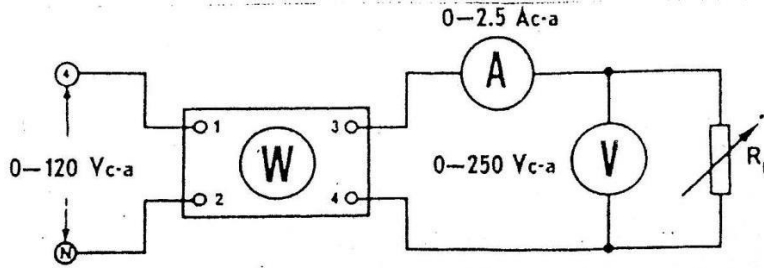
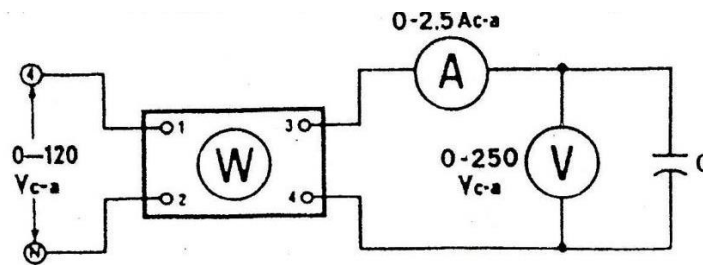

Figura 2
Figura 4
2. Use los módulos EMS de resistencia, wattmetro, medición de c-a y la fuente de alimentación para conectar el circuito que se ilustra en la figura 2. Ajuste la resistencia de carga 57 Ohms (todos los interruptores deben estar cerrados y todas las secciones en paralelo).
- a. Conecte de nuevo el circuito como se indica en la figura 2
- b. Conecte el circuito que aparece en la figura 4. Conecte cada una de las tres secciones de capacitores en paralelo y cierre (ponga en la posición "arriba") todos los interruptores. Esto proporcionará la máxima capacitancia disponible en el módulo. Observe que este circuito es idéntico al de la figura 2, excepto que en este caso la carga de resistencia se reemplazó con una capacitancia.